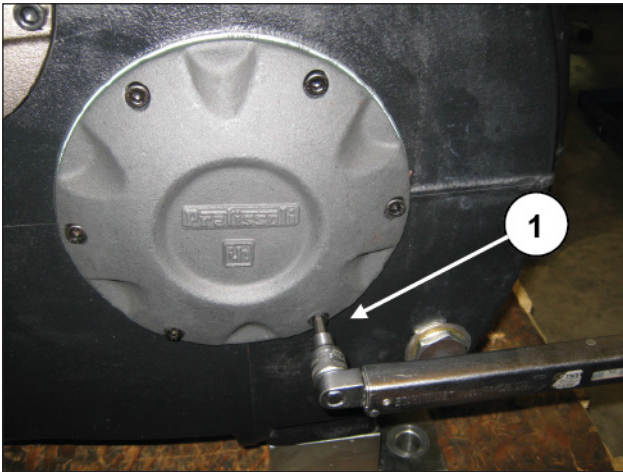
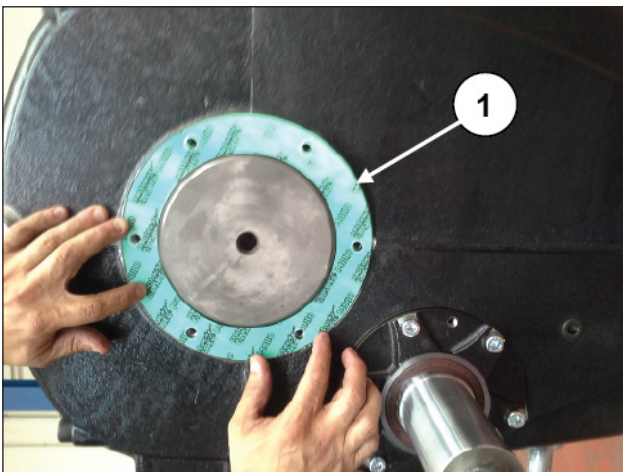

Abb. 12
Abb. 13
Demontieren Sie den Kurbelwellendeckel durch Abdrehen der entsprechenden Schrauben (Pos. ①, Abb. 12), ziehen Sie die Flachdichtung ab und ersetzen Sie diese bei Bedarf (Pos. ①, Abb. 13).